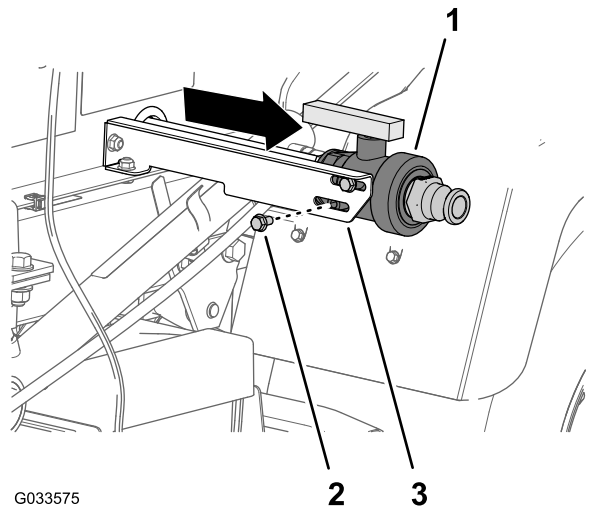

Figura 14
3. Montate, senza serrarla, la valvola di spurgo sulla staffa della valvola di spurgo (Figura 14) con i 2 bulloni a testa flangiata (5/16" x 5/8") rimossi al passaggio 2.
4. Spostate completamente all'esterno la valvola di spurgo nelle scanalature della staffa e serrate i 2 bulloni a testa flangiata manualmente (Figura 14).